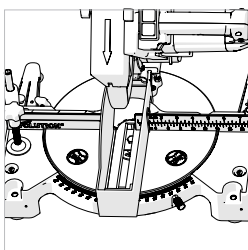

Fig. 16
- Coloque la protección inferior auxiliar de la hoja en la mesa giratoria sobre el inserto de mesa y abarcando la valla. **(Fig. 16)**